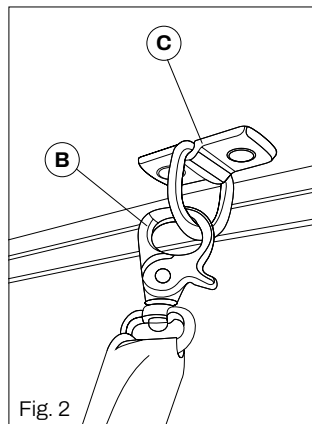

Fig. 2
Paso 2 - Introduzca la varilla, insertándola en el gancho específico en el motor y gírela: hacia la derecha la cama sube, a la izquierda la cama baja (Fig. 2).